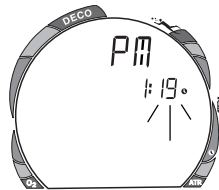

Fig. 31 - Einstellung Minuten
- Die **Minutenanzeige** blinkt (Abb. 31).